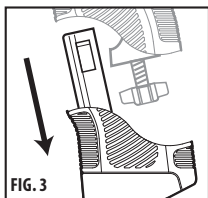

FIG. 3
2. Remova a culatra da pega de tração para baixo (Fig. 3).